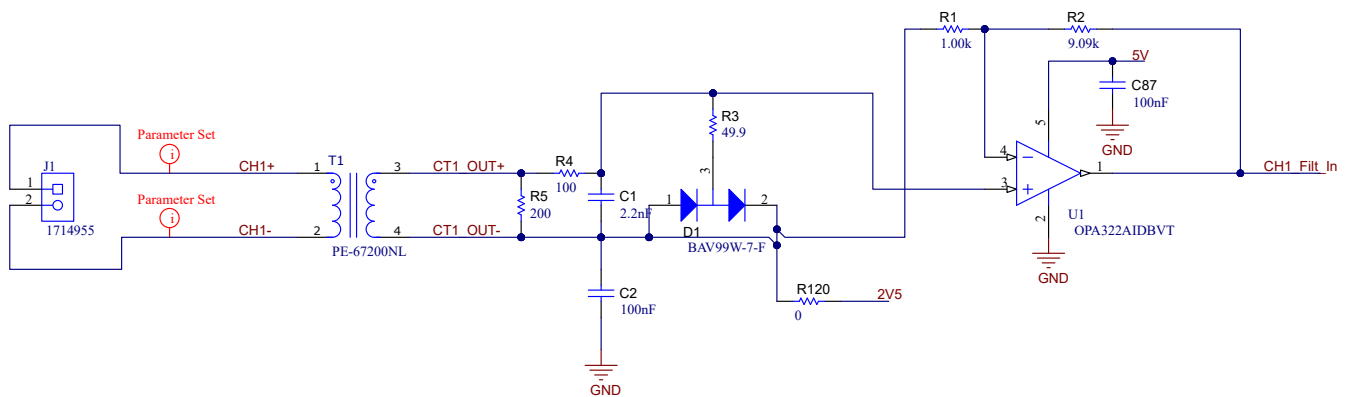

図 2-2. 電流トランス回路およびゲイン段の回路図
ソーラー・ストリングとインバータの間の DC 電流で AC ノイズを検出するために、電流トランス (CT) ベースのアプローチを選択します。これには、アーク検出には関心のない大きな DC 成分がすぐにフィルタリングされるという利点があります。CT には大きな DC 電流が流れるため、飽和挙動は非常に重要です。DC 電流が大きい場合は、ギャップ付きフェライト・コアや透磁率の低い粉末金属コアが必要になる場合があります。図 2-2 に示す回路は、CT、いくつかの受動部品、アンプで構成されています。データシートに従って  $200\Omega$  の負荷抵抗  $R5$  を選択します。これにより、CT の周波数帯域内である  $10\text{kHz}\sim 200\text{kHz}$  の AC 成分に対して電流と電圧の比が 1:1 になります。その後、受動部品を使用してアンプを保護し、 $2.5\text{V}$  のバイアス電圧を印加します。アンプ回路は 10 のゲインを導入し、出力信号を次のフィルタ・セクションの入力電圧範囲に適合させます。AC 成分が大きい場合は、このゲインを減少させることができます。